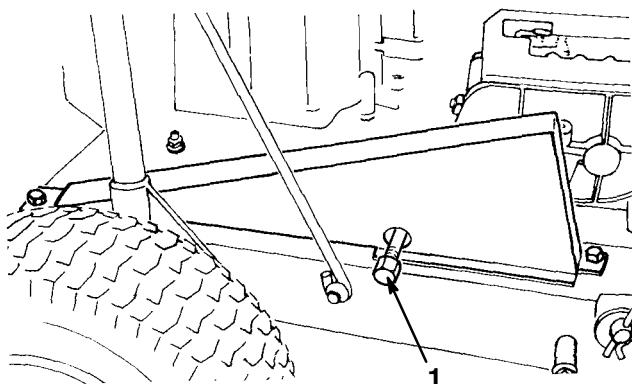

Bild 13
4. Stellen Sie ein Auffanggefäß unter die Verschluss schraube (Bild 13). Entfernen Sie die Verschluss schraube. Dadurch kann das Öl in das Auffanggefäß abfließen. Drehen Sie, wenn das Öl vollständig abgelaufen ist, die Verschluss schraube wieder auf.